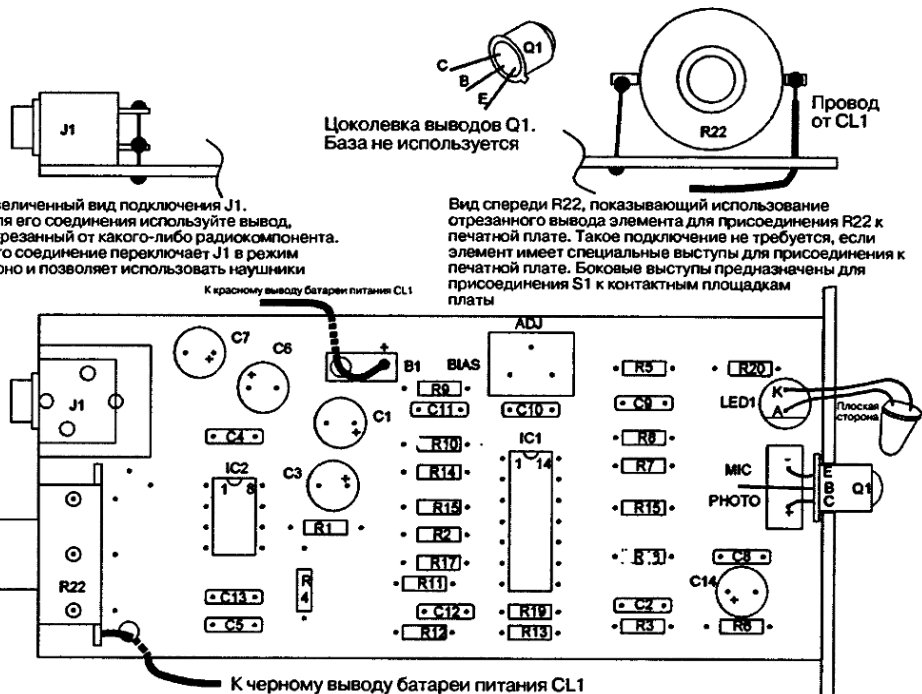

Рис. 13.9. Размещение компонентов на плате оптического приемника
2. Вставьте выводы резисторов в металлизированные отверстия, где обозначен данный резистор (рис. 13.9). Начните с установки R1 и продолжайте до тех пор, пока не вставите все резисторы. Выполните пайку
- Вставьте фототранзистор Q1. Соблюдайте полярность (см. рис. 13.9).